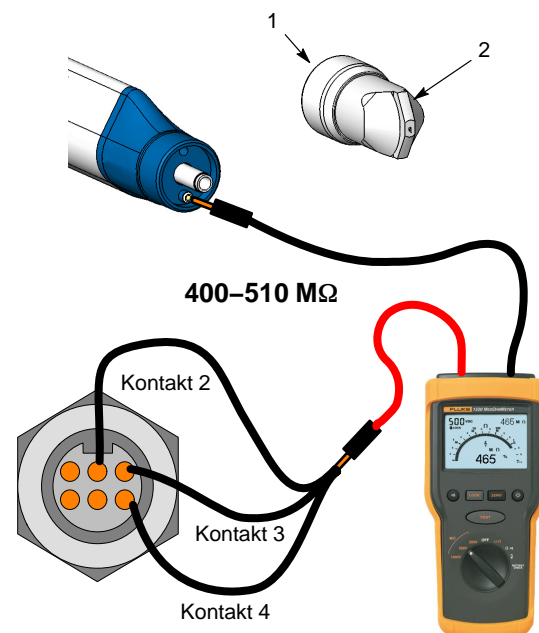

Abb. 11 Spannungsvervielfacher/Widerstand prüfen
1. Siehe Abbildung 11. Haltermutter (1) und Düse (2) abnehmen.